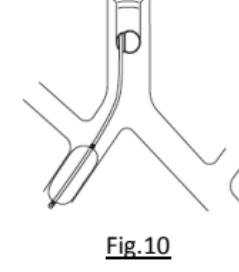

Fig.10
- Sur les patients dont le lobe supérieur du poumon droit se trouve très proche de la bifurcation trachéale, le blocage des lobes moyen et inférieur du poumon droit, et non de tout le poumon droit, peut être obtenu en positionnant le bloqueur dans la branche intermédiaire (Fig. 10).